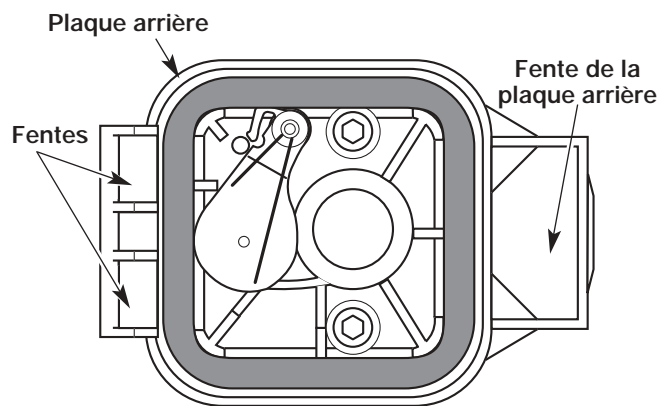

Fig. 39
6. Remplacez le filtre (Fig. 39).
7. Réinstallez le couvercle du filtre à air Placez les crochets à gauche du filtre à air dans les fentes à gauche de la plaque arrière (Fig. 39).
8. Pivotez le couvercle vers la droite jusqu'à ce que la languette du couvercle du filtre s'enfonce d'un déclic dans la plaque arrière (Fig. 39).